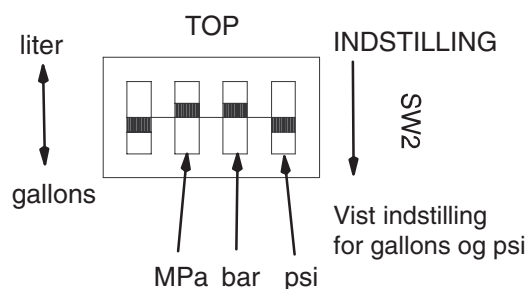

Fig. 13
- Indstil kontakterne efter behov, Fig. 13.